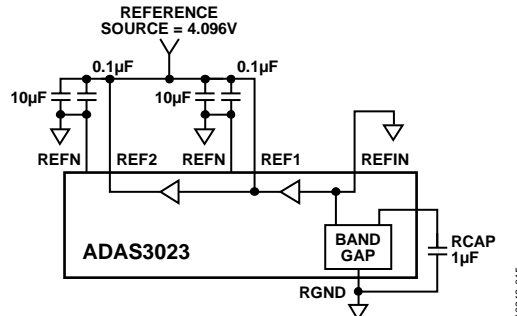

図 44.外付けリファレンス電圧
4.096 V の高精度リファレンス電圧を直接メイン・システム・リファレンス(REF1 と REF2)に接続してください(図 44 参照)。推奨リファレンスは ADR434 または ADR444 です。